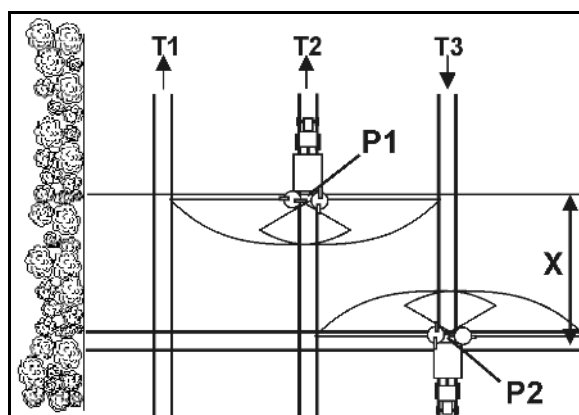

Fig. 70
- Åbn lukkeskyderen efter indkørsel i køresporet på punkt P1 (Fig. 70) hvis spredeskiverne er fjernet med strækningen X fra køresporet på forageren.
- Luk spjældet, før der køres ud fra køresporet på punkt P2 (Fig. 70) hvis spredeskiverne befinder sig i samme højde som det første sprøjtespor på forageren.